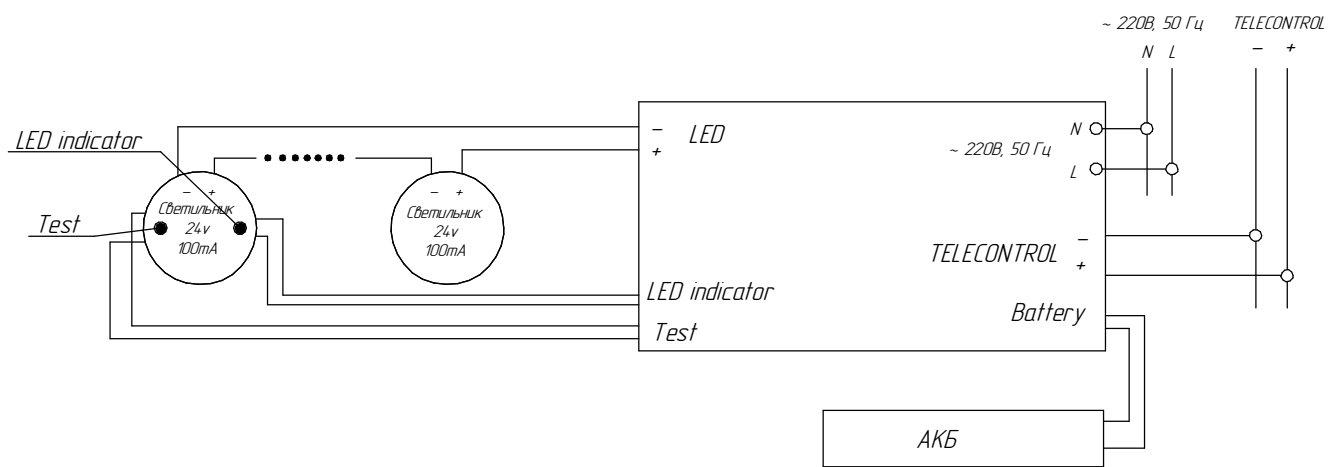

Рисунок 7 - Схема подключения светильников для модификаций 033, 133.
5.9 Подключение светильника с функцией TELECONTROL (TELECHECK) производить согласно схеме (рисунок 7.)